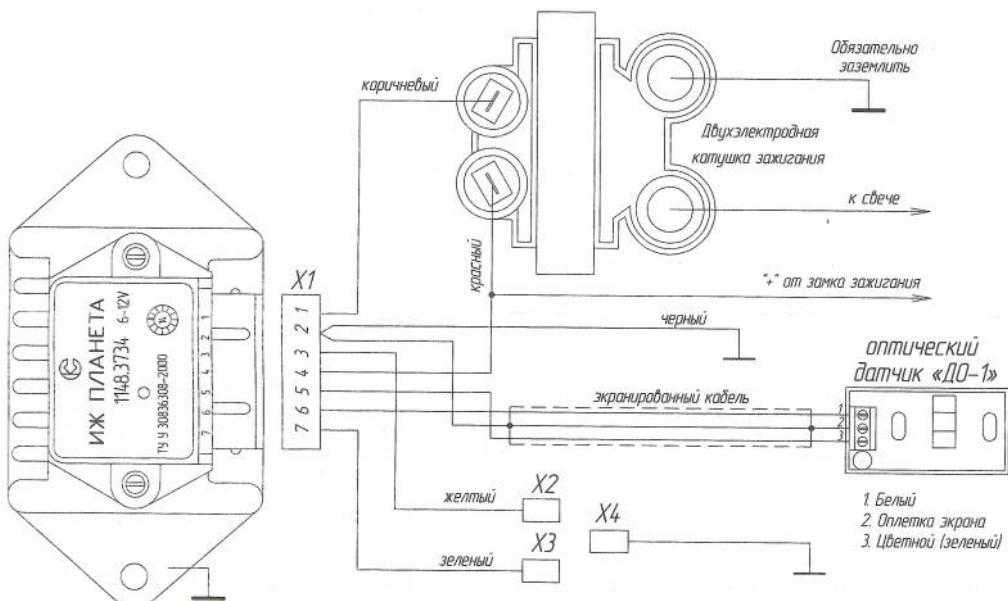

Рис. 1. Схема установки МПБСЗ
4.8. Установите на мотоцикл катушку зажигания и высоковольтные провода с распределенным сопротивлением (любые силиконовые автомобильные). Присоедините коричневый провод (контакт 1 Х1) к одному из контактов катушки, присоедините ко второму контакту катушки зажигания красный провод (контакт 4 Х1), к этому же контакту (проводу) присоедините провод «+» от замка зажигания (См. рис.1).
4.9. Клемму черного провода (от контакта 2 Х1) присоедините к массе мотоцикла. Для этого рекомендуется его прикрепить винтом, который находится под сидением и заземляет регулятор напряжения. Этим же винтом прикрепить клемму провода (с комплекта поставки) длиной 20 см, с «папой» штыревого клемника на другом конце. Цвет этого провода не регламентирован. На схеме рис.1 показан идущий от «земли» к разъёму Х4.